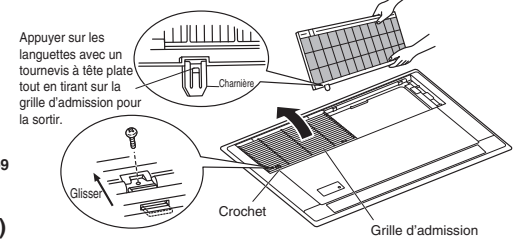

Fig. 7-1
- Enlever les 2 vis fixant les 2 grilles en place. (Fig. 7-1)
- Glisser les crochets de grille d'admission d'air (2 emplacements) dans la direction indiquée par les flèches pour ouvrir la grille. (Fig. 7-1)
- Lorsque la grille d'admission est ouverte, appuyer avec un tournevis à tête plate sur les languettes de charnière arrière (2 emplacements) et dégager la grille d'admission. (Fig. 7-1)